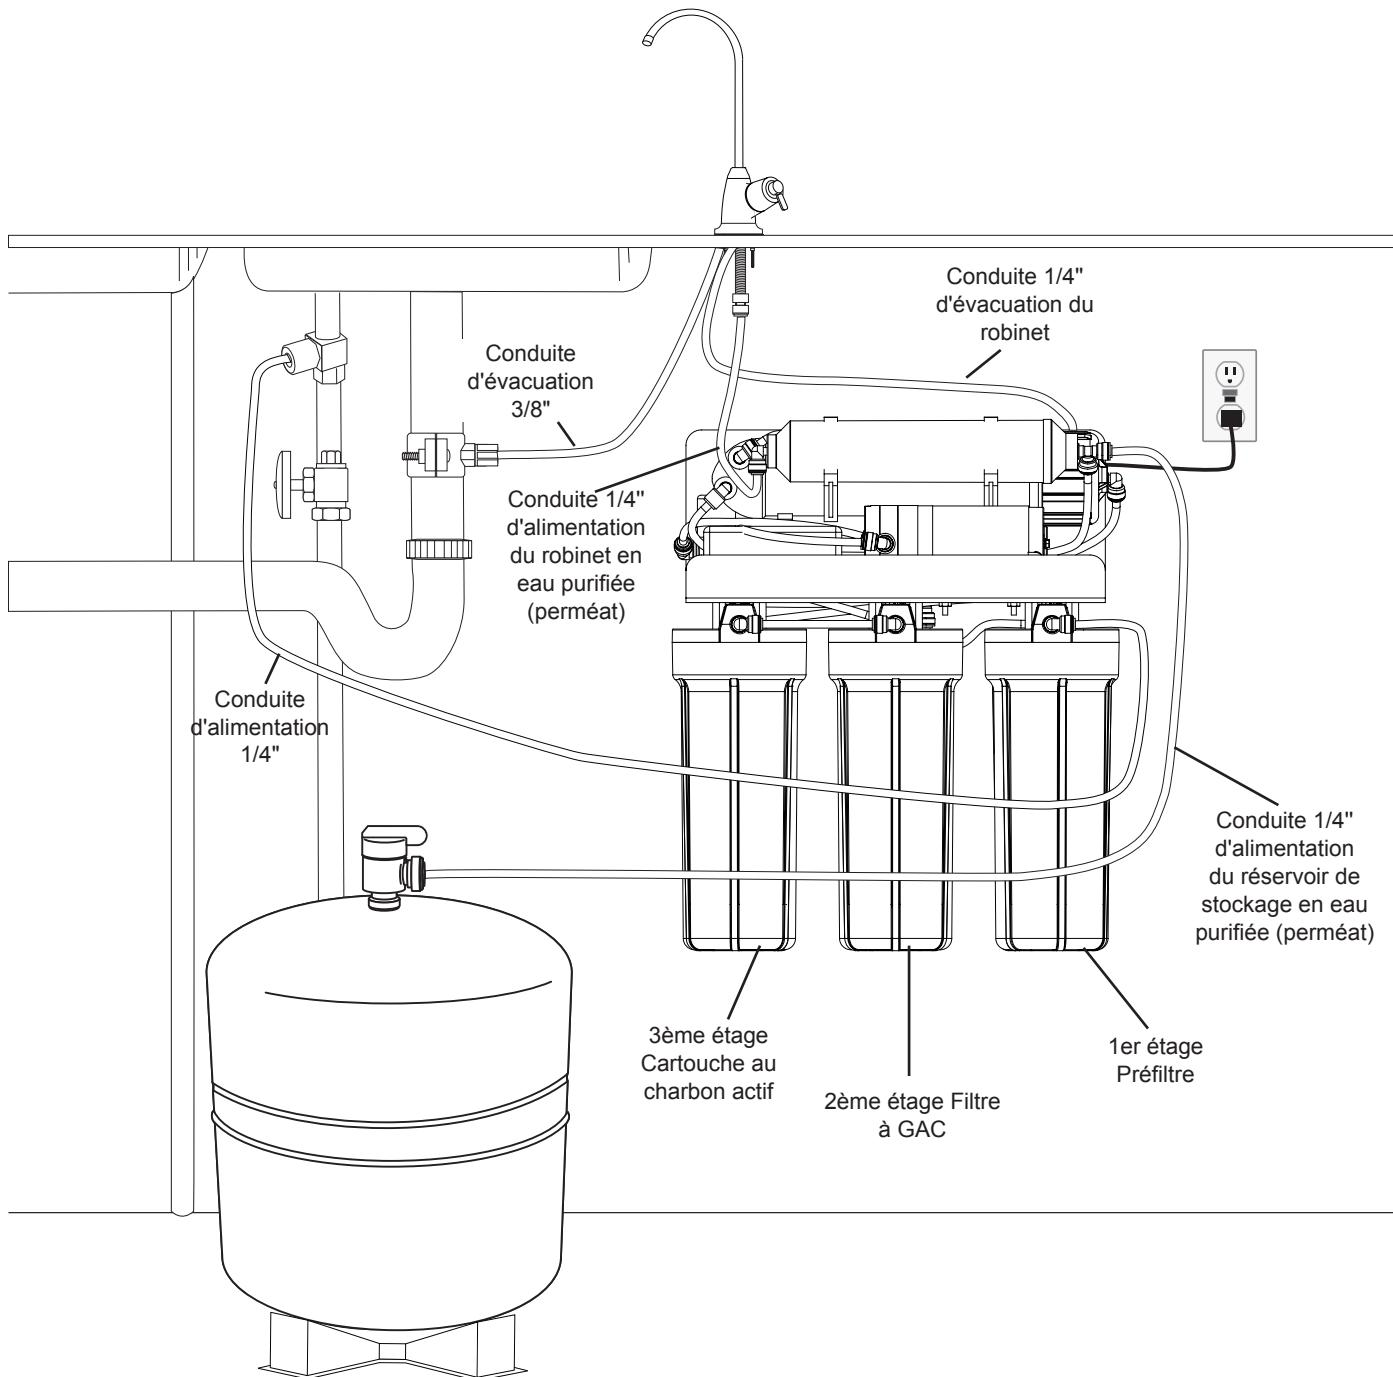

Figure 12
- A. Montez la bride de raccordement sur un segment vertical de la canalisation d'évacuation à une hauteur de six pouces par rapport au siphon. Veillez à ce que l'orifice que présente la bride de raccordement soit orienté vers le robinet d'eau potable (voir Figure 12).